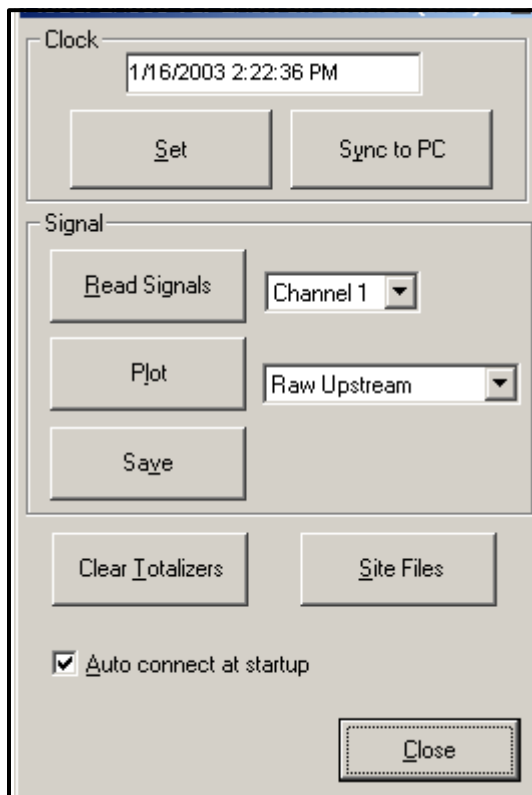

Рисунок 28: Выбор активного сигнала
1. Щелкните кнопку *Read Signals* (Считать сигналы). (Если измерительный прибор является многоканальным, откройте раскрывающееся меню «Channel» (Канал) и нажмите на нужный канал). Через какое-то время появится окно *Properties* (Свойства), показанное на рис. 28.